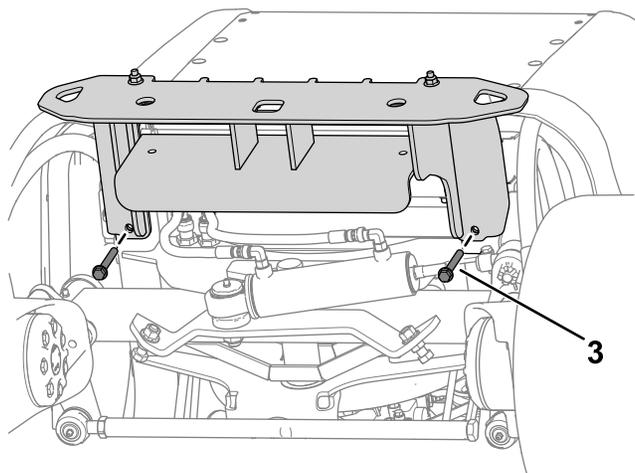

Рисунок 14
2. Прикрепите, не затягивая, верхнюю часть бампера к раме машины с помощью 4 болтов ( $\frac{3}{8}$  x  $3\frac{1}{4}$  дюйма) и 4 гаек ( $\frac{3}{8}$  дюйма), как показано на Рисунок 14.
- Закрепите, не затягивая, бампер под рамой машины с помощью 2 болтов ( $\frac{3}{8}$  x  $2\frac{3}{4}$  дюйма) и 2 гаек ( $\frac{3}{8}$  дюйма), как показано на Рисунок 14.